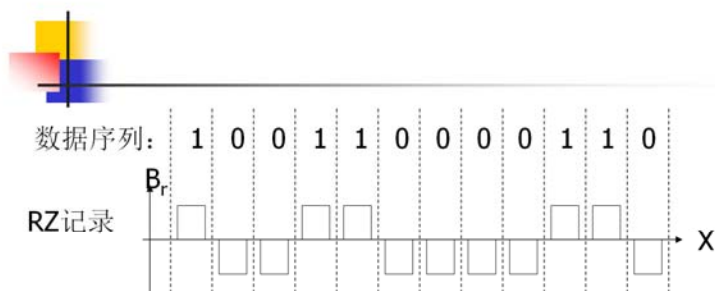

Fig.139 归零（RZ）数字磁记录
1) 归零制数字磁记录。这种记录编码中，在两个记录位之间存在一个非磁化的间隔区（归零区），所以，记录密度较低，早期使用，目前已不使用了。记录的剩磁状态如图139所示。这种记录方式是自同步的，即读出时“0”和“1”能同时读出，正、负感应脉冲分别代表“1”和“0”。